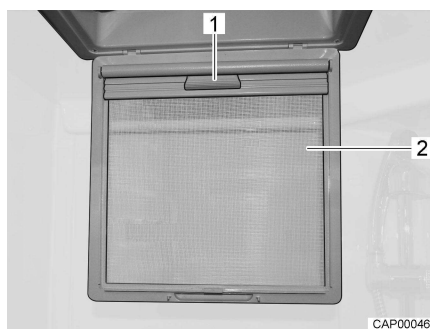

Fig. 32 Persiana oscurecedora enrollable
- Plegar hacia abajo la protección contra insectos (Fig. 32,2).
- Tirar la persiana oscurecedora enrollable hacia abajo por el tirador (Fig. 32,1) hasta que engatille del lado opuesto.
- Desenganchar la persiana oscurecedora enrollable por el tirador (Fig. 32,1) y regresar la misma lentamente a su posición inicial.
- Plegar hacia arriba la protección contra insectos (Fig. 32,2) hasta que engatille.